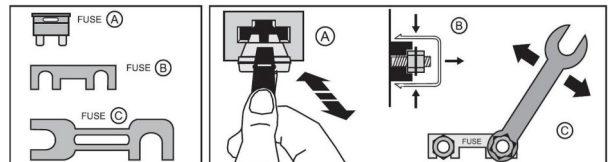

Abb. 9: Austausch der Sicherung
Je nach Gerätemodell unterscheiden sich die verbauten Sicherungen (Abb. 9). Welche Art von Sicherung für Ihr Gerät benötigt wird, ist der Ersatzteilzeichnung zu entnehmen.
Schritt 2: Der Zugang zur Sicherung und der Austausch ist nur mit Werkzeug möglich, siehe Abb. 9.